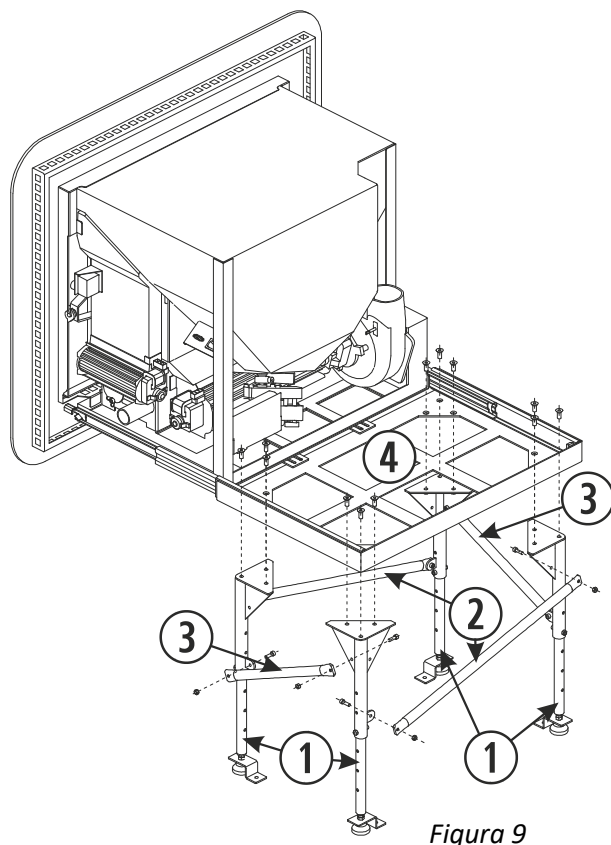

Figura 9
**4.14.** Juntar 4 pés formando um rectângulo, com os reforços laterais e frontais, como indicado na figura 9. Abrir os guias da estufa, de forma a podermos aceder aos pontos de ancoragem dos pés na base da estufa. A ordem de montagem da estufa sobre os pés dependerá das necessidades do instalador, podendo fixar os pés na sua localização final e montar mais tarde a base da estufa aos pés; ou então montar o conjunto estufa-pés e posteriormente colocá-la no local e fixá-lo com os pés no solo. **Obrigatório** aparafusar os pés ao solo.
①	Pé.
②	Reforço frontal e traseiro.
③	Reforço lateral.
④	Base da estufa.